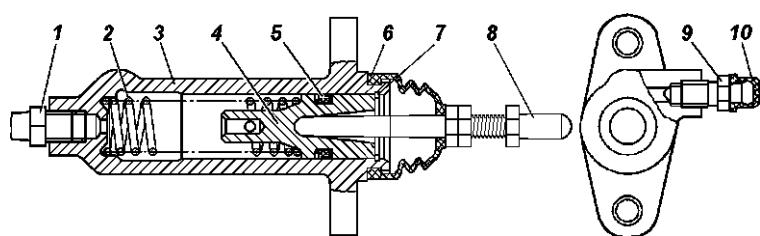

Рис. 5.5. Рабочий цилиндр выключения сцепления:
- отсоедините от рабочего цилиндра резиновый защитный колпак 6 (рис. 5.5) и выньте толкател 8 вместе с колпаком;